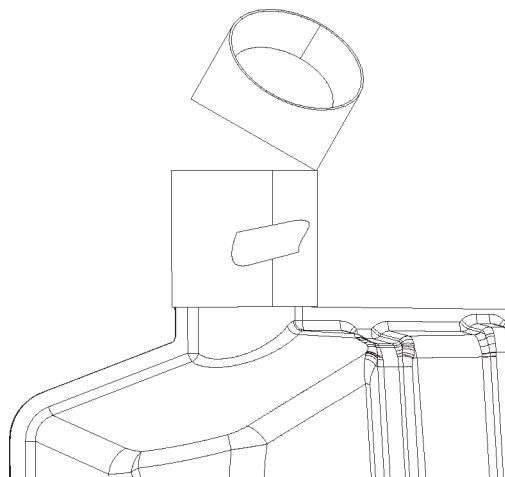

FIGURA 8
13. Coloque la plantilla alrededor de la punta del escape, asegurándose de que los bordes estén alineados. Alinee la plantilla con la unión del tubo que está en la parte trasera del silenciador y coloque el borde trasero de la plantilla sobre la punta del escape, corte y elimine los rebordes de las puntas del escape. Consulte la figura 8.